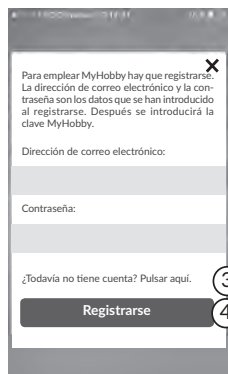

Imagen 3
En el futuro siempre tendrá que introducir en la pantalla de entrada (**imagen 2/imagen 3**) esta dirección de correo electrónico y la contraseña que haya fijado y pulsar el botón de "Iniciar sesión" / "Registrarse" ④ para iniciar la aplicación.